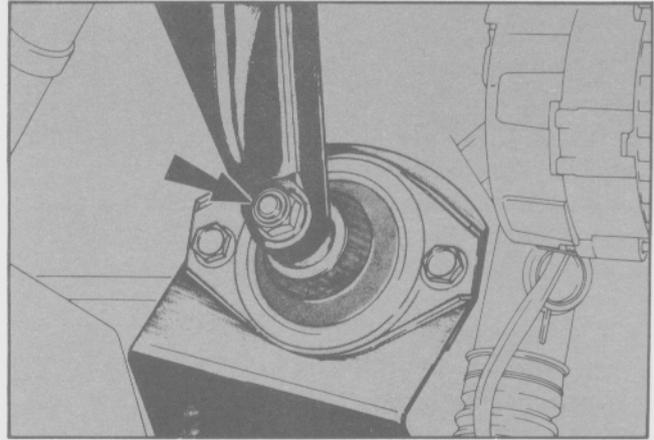

Fig. 1. Tuerca de fijación del soporte de montaje del motor al aislador
- Retirar la tuerca de fijación del aislador del motor (Fig. 1).
- Descender el motor hasta ubicar en su posición los aisladores. Ajustar las tuercas de fijación al torque especificado (Fig. 1).